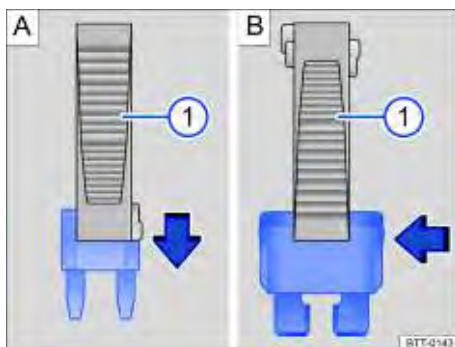

Fig. 167 Remover ou instalar um fusível com a garra da pinça de plástico .
⇒ Fig. 167  da cobertura da caixa de fusíveis.
- Em caso de *fusíveis pequenos*, encaixar a garra ⇒ Fig. 167  por cima ⇒ Fig. 167 A.
⇒ Fig. 167  lateralmente sobre o fusível
⇒ Fig. 167 B.